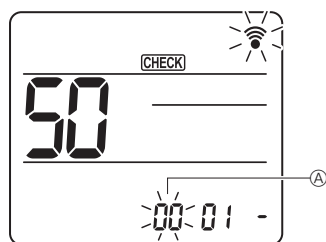
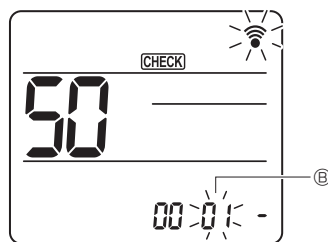

Fig. 7-18
Fig. 7-19
② Réglage du numéro d'appareil
- Appuyez sur les touches [DOWN] pour régler le numéro d'appareil ①. (Fig. 7-18)
③ Sélection d'un mode
- Appuyez sur les touches [DOWN] pour régler le numéro de mode ②. (Fig. 7-19)